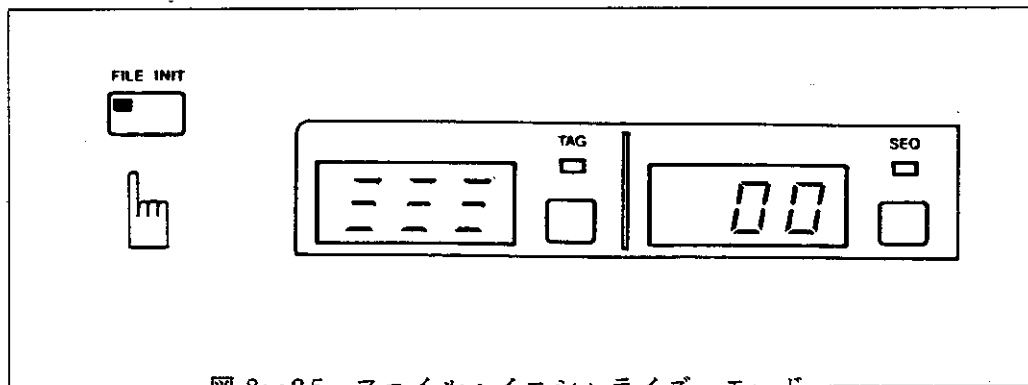

図 8-25 ファイル・イニシャライズ・モード
- ① イニシャライズしようとするメディア (Write Protect されていないもの) を **TR98102** のドライブ 0 に挿入し、**FILE INIT** スイッチを約 2 秒間押し続けますと、**TR98102** の TAG 番号表示用 LED が〔図 8-25〕のような表示をし、イニシャライズ・モードに入ったことを示します。